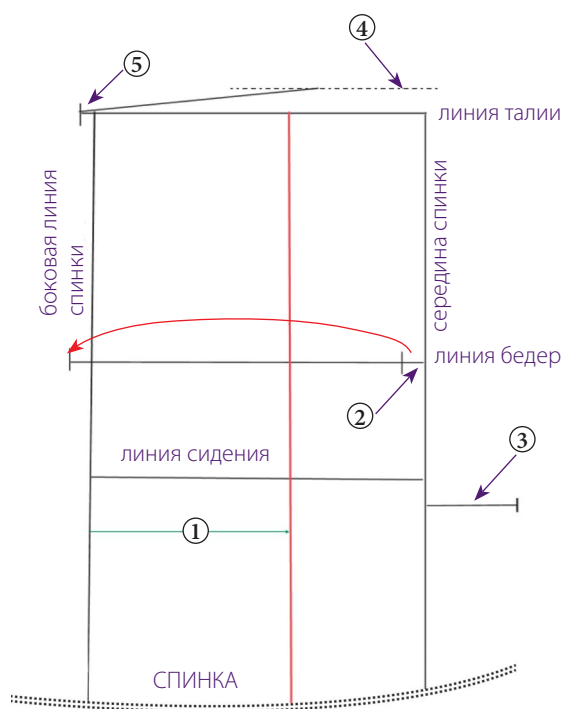

Рис. 1
③ На линии бедер, начиная от средней линии спинки, отложите 2,5 см и поставьте метку. Продолжите линию бедер за пределы линии бока спинки (см. красную стрелку на рис. 1) и сделайте пометку.
④ Отмерьте 2 см над линией талии и проведите короткую параллель сбоку от средней линии спинки. Эти 2 см соответствуют минимальной величине, которая прежде всего зависит от объема ягодиц, а затем — от ширины сидения. Это необходимо для того, чтобы линия талии не опускалась слишком низко, когда вы наклоняетесь или садитесь. Как и многие другие величины на выкройке брюк, данное значение будет скорректировано во время примерки.
⑤ Сдвигая верхнюю часть выкройки (между линиями талии и сидения) в сторону бока, вы создадите место для того, чтобы вместить объем ягодиц. Для этого удлините линию талии на 1,5 см за край линии бока спинки. Эта величина зависит от объема ягодиц, ее значение будет уточнено в ходе примерки. Начиная с этой отметки, проведите прямую длиной, равной $1/4$ окружности талии до линии, обозначенной на выкройке точкой 4.